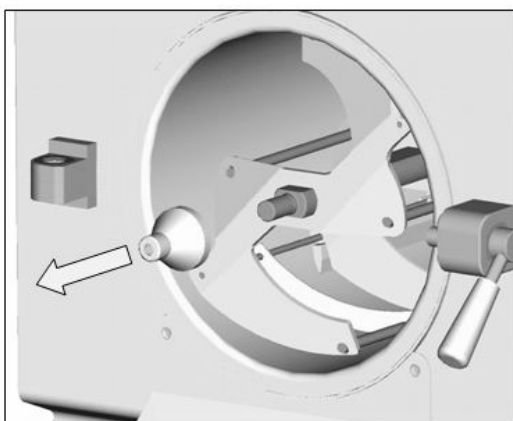
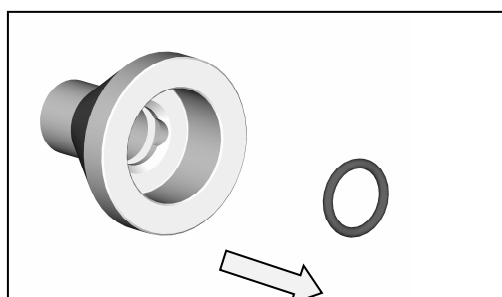

Fig.10
Fig.11
- Retirez la douille de centrage (Fig. 10). Retirer le joint torique qui y est contenu (Fig. 11).